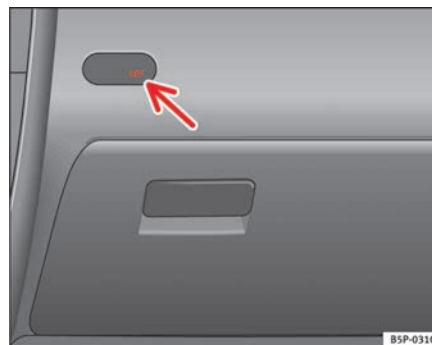

Fig. 27 Spia della disattivazione degli airbag del passeggero anteriore
- Verificare se, a quadro acceso, la spia “OFF” posta sulla plancia ⇒ fig. 27 rimane accesa ⇒ ⚠.
- Verificare se, a quadro acceso, la spia ⇒ pag. 46, fig. 27 posta sulla plancia *non* si accende ⇒ .